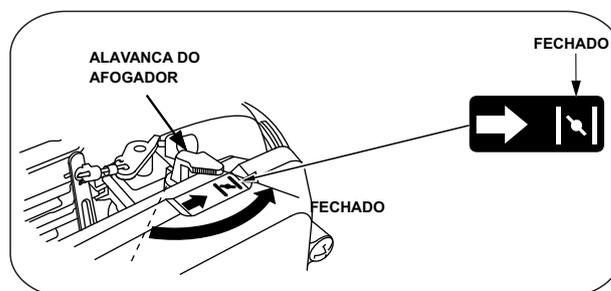

FIG. 07
3. Mova a alavanca do afogador para a posição FECHADA. (Fig.07)